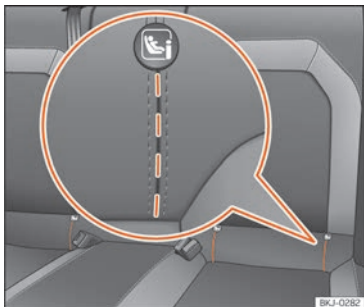

Abb. 24 Rücksitz: eingeprägte Schlitz für Zugriff auf die ISOFIX/i-Size-Halteösen.
bestimmten Fahrzeugen sind die Halteösen am Sitzgerüst, bei anderen am Ladeboden befestigt. Die „ISOFIX“-Halteösen befinden sich zwischen der Rücksitzlehne und der Rücksitzbank » **Abb. 24**. Die Top Tether-Halteösen befinden sich im hinteren Bereich der
- Öffnen Sie vorab per Hand den eingepprägten Bereich hinter den markierten Schlitzen, um an die Halteösen zu gelangen »» **Abb. 24**.